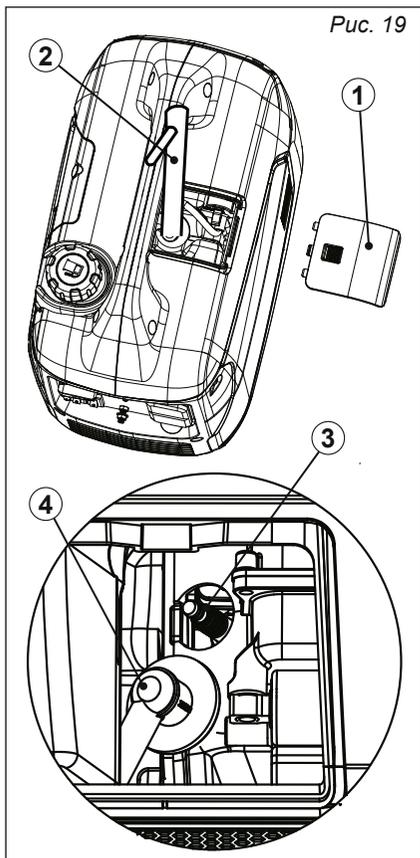

Рис. 19
1. Откройте крышку свечного отсека (1), рис. 19.
2. Снимите наконечник высоковольтного провода (4) со свечи (3) и выверните её с помощью свечного ключа (2), рис. 19.